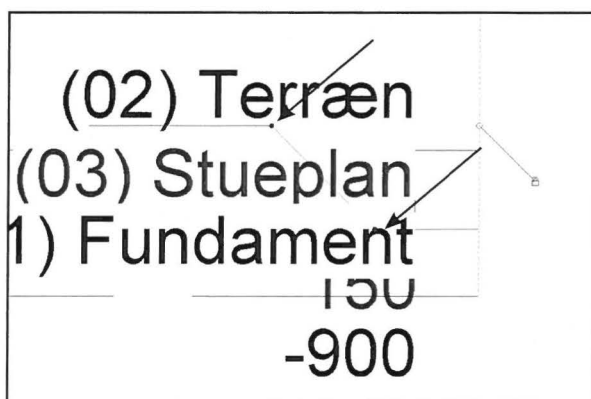

Fig. 04.27. Træk i cirklerne i liniens knækpunkter.
- Tryk på de to cirkler på linien (Fig. 04.27) og flyt op eller ned, til du kan se teksten for begge *Levels*. Gør det samme for de andre *Levels* efter behov.